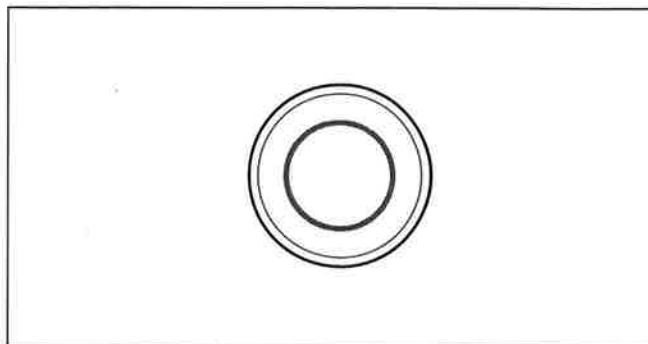

Abb. 70/1 Drucktaster 0
- Drucktaster 0 am Hauptsteuerstand zweimal kurz drücken und wieder loslassen (Abb. 70/1).